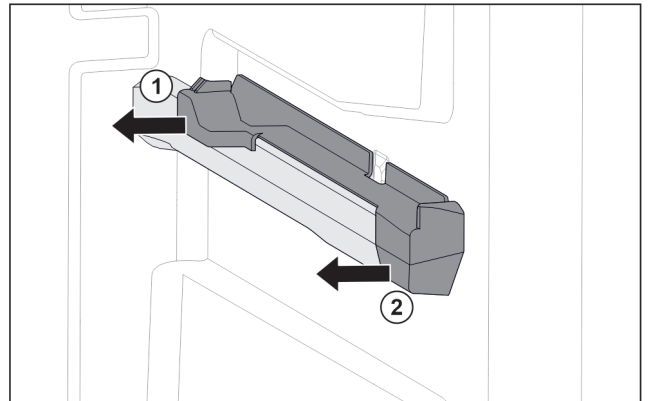

Fig. 82 Natični dio na desnom žlijebu spremnika
- ▶ Skinite natični dio straga u stranu. Fig. 82 (1)
- ▶ Skinite natični dio sprijeda u stranu. Fig. 82 (2)